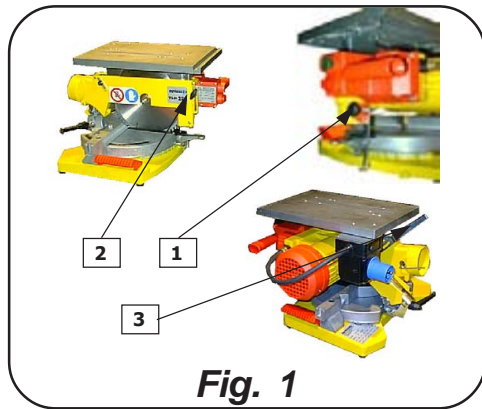
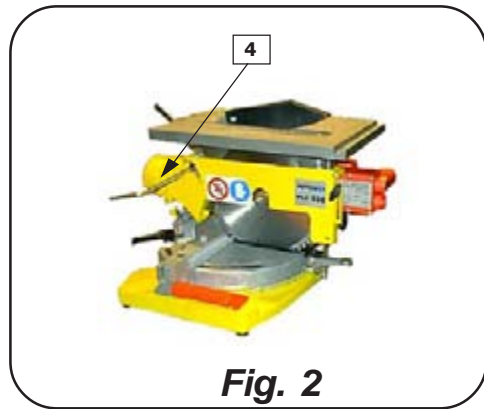
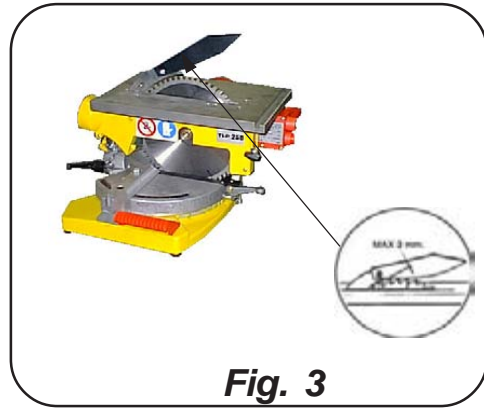
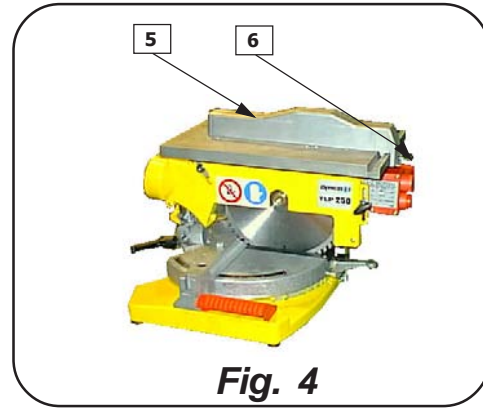

Fig. 1
Fig. 2
Fig. 3
Fig. 4
Abbassare completamente il gruppo operante della macchina e bloccarlo tramite il dispositivo (1) Fig. 1. Allentare il pomello (2) ed alzare il piano superiore tramite la leva (3). Assicurarsi che il piano e la lama siano allo stesso livello; quindi ribloccare il pomello (2) Fig. 3. Con chiave Allen 6 speciale, allentare la vite (4) ed inserire il coltello divisore nella feritoia dell'inserto piano, fino al morsetto coassiale alla vite (4) Fig. 2. **IMPORTANTE:** Il coltello deve essere inserito finché la protezione regolabile tocca il piano superiore. Avvitare non a fondo la vite (4). Allentare il pomello (2), abbassare completamente il piano tramite la leva (3) e ribloccare la leva (2). Controllare che il coltello si trovi ad una distanza uniforme di circa 3 mm dalla lama Fig. 3. Se si dovesse trovare ad una distanza superiore procedere alla sua regolazione: allentare la vite (4), regolare il coltello, ribloccare la vite (4) e ricontrollare la distanza. Infine bloccare a fondo la vite (4).
Montare la protezione superiore (5) sopra alla protezione regolabile come indicato nella Fig. 4; successivamente avvitare a fondo il pomello (6) per bloccare la protezione superiore
Completely lower the operating unit of the machine and lock it by means of the lever (1) Fig. 1. Loosen the knob (2) and lift the top table using the lever (3). Make sure that the table and the blade are at the same level; then lock the knob (2) again Fig. 3. Using the special 6 Allen wrench, loosen the screw (4) and insert the cutter divisor into the opening of the table insert, from the coaxial clamp all the way to the screw (4) Fig. 2. **IMPORTANT:** The cutter must be inserted until the adjustable guard touches the top table. Lightly tighten the screw (4). Loosen the knob (2), completely lower the table by means of the lever (3) and lock the lever (2) again. Check to make sure that the cutter is at a uniform distance of about 3 mm from the blade Fig. 3. If the distance is greater proceed to its adjustment; loosen the screw (4), adjust the cutter, re-tighten the screw (4) and check the distance again. At the end tighten the screw (4) completely. Mount the top guard (5) above the adjustable guard as indicated in Fig. 4; then tighten the knob securely (6) to lock the top guard.
Bajar completamente el grupo operante de la máquina e bloquearlo con el dispositivo (1) Fig. 1. Aflojar el pomo (2) y levantar el plano superior mediante la palanca (3). Asegurarse de que el plano y la cuchilla estén al mismo nivel; luego bloquear el pomo (2) Fig. 3. Con la llave Allen de 6 mm especial, aflojar el tornillo (4) e insertar el cuchillo divisor en la ranura del inserto del plano hasta el borme coaxial al tornillo (4) Fig. 2. **IMPORTANTE:** el cuchillo debe insertarse hasta que la protección regulable toque el plano superior. Ajustar (no a fondo) el tornillo (4). Aflojar el pomo (2), bajar completamente el plano con la palanca (3) y bloquear nuevamente la palanca (2). Controlar que el cuchillo esté a una distancia uniforme de aprox. 3 mm respecto de la cuchilla Fig. 3. En caso que se encuentre a una distancia superior, regularlo del siguiente modo: aflojar el tornillo (4), regular el cuchillo, volver a ajustar el tornillo (4) y controlar la distancia. Para finalizar, bloquear a fondo el tornillo (4).
Montar la protección superior (5) sobre la protección regulable según la Fig. 4; luego ajustar a fondo el pomo (6) para bloquear la protección superior.
Baixa completamente o grupo de operação da máquina e bloqueio-o através do dispositivo (1) Fig. 1. Desaperte o manipulo (2) e levante o plano superior accionando a alavanca (3). Verifique se o plano e a lâmina estão ao mesmo nível; em seguida, volte a apertar o manipulo (2) Fig. 3. Com a chave Allen 6 especial, desaperte o parafuso (4) e introduza a faca divisora na fenda do inserto do plano, até ao grampo coaxial presente no parafuso (4) Fig. 2. **IMPORTANTE:** a faca deve ser introduzida até que a protecção regulável toque no plano superior. Aperte o parafuso (4), mas não completamente. Desaperte o manipulo (2), baixe completamente o plano accionando a alavanca (3) e volte a bloquear a alavanca (2). Verifique se a faca está a uma distância uniforme de cerca de 3 mm da lâmina Fig. 3. Se esta distância for maior, faça a sua regulação: desaperte o parafuso (4), regule a faca, aperte o parafuso (4) e volte a controlar a distância. Quando concluir a operação, aperte definitivamente o parafuso (4).
Monte a protecção superior (5) em cima da protecção regulável conforme indicado na Fig. 4; sucessivamente, aperte o manipulo (6) até ao fim para bloquear a protecção superior.
Baissez complètement le groupe opérateur de la machine et verrouillez-le par le biais du dispositif (1) Fig. 1. Desserrez le bouton (2) et levez le plan supérieur avec le levier (3). Assurez-vous que le plan et la lame sont au même niveau ; verrouillez à nouveau le bouton (2) Fig. 3. Avec une clé Allen 6 spéciale, desserrez la vis (4) et introduisez le couteau de division dans la fente de la plaque jusqu'à la borne sur le même axe que la vis (4) Fig. 2. **IMPORTANT:** Introduisez le couteau pour que la protection réglable touche le plan supérieur. Serrez la vis (4) mais pas à fond. Desserrez le bouton (2), baissez totalement le plan avec le levier (3) et reverrouillez le levier (2). Vérifiez si le couteau se trouve à une distance uniforme d'environ 3 mm de la lame Fig. 3. S'il se trouve à une distance plus grande, procédez à son réglage : desserrez la vis (4), réglez le couteau, resserrez la vis (4) et recontrôlez la distance. Pour terminer, serrez la vis (4) à fond.
Montez la protection supérieure (5) au-dessus de la protection réglable comme l'indique la Fig. 4 ; ensuite, serrez à fond le bouton (6) pour verrouiller la protection supérieure.
Die Arbeitsgruppe der Maschine ganz senken und mit der Vorrichtung (1) sperren. Abb. 1. Den Knopf (2) lockern und die obere Ebene mit dem Hebel (3) heben. Sicherstellen, daß sich die Ebene und die Klinge auf dem selben Niveau befinden und dann den Knopf (2) wieder sperren. Abb. 3. Mit einem 6 mm-Spezialinbusschlüssel die Schraube (4) lockern und das Trennmesser in den Schlitz im Einsatz der Ebene einsetzen, bis zu der zur Schraube (4) koaxialen Klemme. Abb. 2. **WICHTIG:** Das Messer einstecken, bis die verstellbare Schutzeinrichtung die obere Ebene berührt. Die Schraube (4) nicht ganz festschrauben. Den Knopf (2) lockern, die Ebene mit dem Hebel (3) ganz senken und den Hebel (2) wieder sperren. Kontrollieren, daß sich das Messer in einem gleichmäßigen Abstand von etwa 3 mm von der Klinge befindet. Abb. 3. Sollte der Abstand größer sein, ist eine Einstellung erforderlich: Die Schraube lockern (4), das Messer einstellen, die Schraube (4) wieder sperren und den Abstand nachkontrollieren. Zuletzt die Schraube (4) ganz festschrauben. Die obere Schutzeinrichtung (5) wie in der Abb. 4 gezeigt über den verstellbaren Schutz montieren; danach den Knopf (6) ganz festschrauben, um die obere Schutzeinrichtung zu sperren.